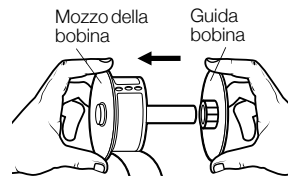

Figura 5
- 4 Mentre si afferra il mozzo della bobina con la mano sinistra, inserire il rotolo di etichette sul mozzo in modo che le etichette siano prelevate dal basso, facendo attenzione ad allineare perfettamente il rotolo con il lato della bobina. Vedere la Figura 5.